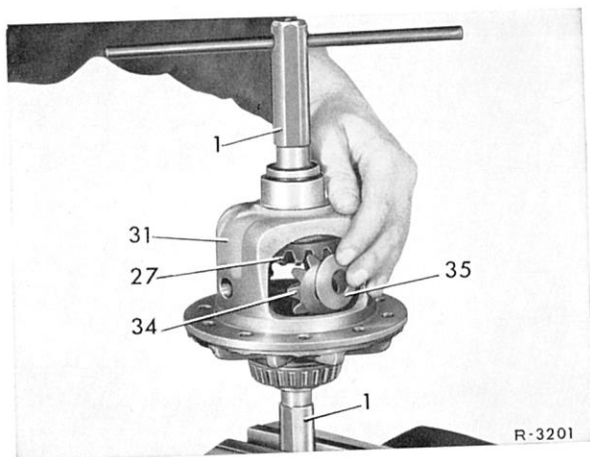

Bild 35-2/3
- 8 Montagedorn (2), statt dem Ausgleichbolzen, zur Fixierung der Ausgleichkegelräder und Kugelscheiben in das Ausgleichgetriebegehäuse einschieben (Bild 35-2/4).